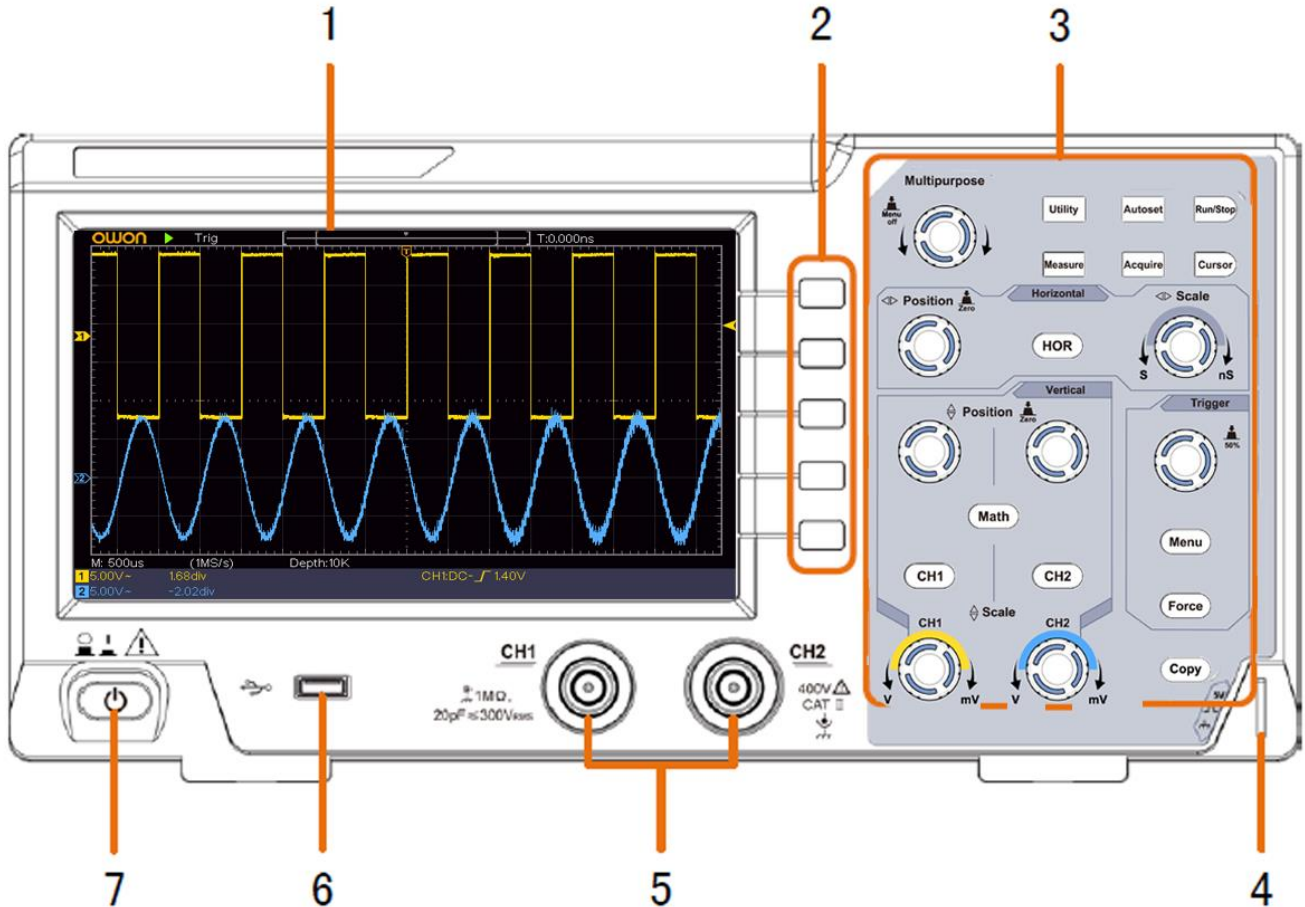

Figura A.1: Panel frontal del osciloscopio OWON SDS1022
En esta sección se lista una serie de instrucciones básicas para el uso de un osciloscopio digital. El escrito se basa en el manual de uso del Osciloscopio OWON SDS1022 pero las funciones mencionadas están presentes en todos los osciloscopios. (Ver <https://www.manualslib.com/manual/1583111/Owon-Sds1022.html>). La figura A. 1 muestra el panel frontal del instrumento.
6. Nivel de Trigger (disparo). Esta perilla permite indicar el nivel de tensión a partir del cual se desea que el osciloscopio comience a registrar. La misma se encuentra dentro de una subsección nombrada como Trigger donde además, se encuentra un botón de menú. Presionando dicho botón, aparecerá una ventana en la pantalla donde es posible indicar cuál es el canal de referencia deseado, nuevamente usando los botones de selección de menú (ver figura A.1).
1. Conecte el pendrive en el puerto USB del panel frontal de osciloscopio (ver Figura A.1, punto 6)